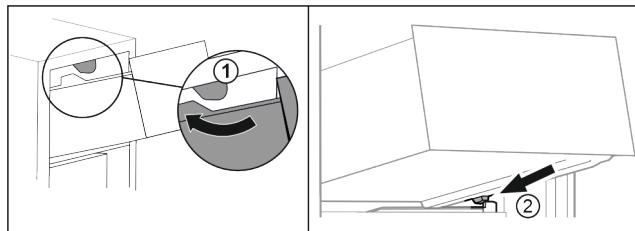

Fig. 95
- ▶ Vedte zásuvku podél horních zarážek. Fig. 95 (1)
- ▶ Nasadte zásuvku šikmo za dolní zarážky na žebrování na nádoby. Fig. 95 (2)